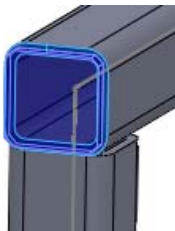
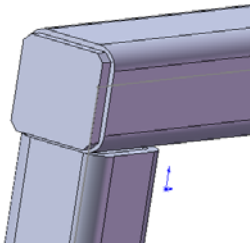

图 13-32 顶端盖预览
图 13-33 生成的顶端盖
- (2) 设置轮廓面。在视图区中选取图 13-32 所示的端面为轮廓面。
- (3) 设置厚度。在属性管理器中选择“向外”厚度方向, 输入厚度为 5。
- (4) 倒角设置。勾选“使用厚度比率”复选框, 并输入厚度比率为 0.5; 勾选“倒角边角”复选框, 输入倒角距离 3, 单击“确定”按钮, 生成顶端盖后的效果如图 13-33 所示。